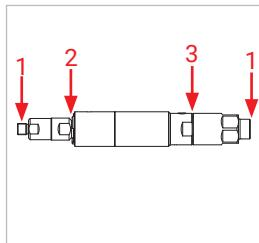
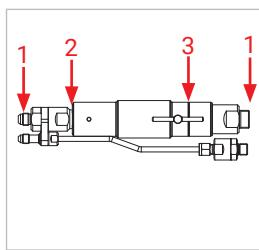

Figure 10
Figure 11
► Vérifier les points de mesure suivants (*Figure 10* et *Figure 11*)
- raccords (1)
- au niveau des mâchoires de serrage (2)
- au niveau de l'actionnement excentrique (3)